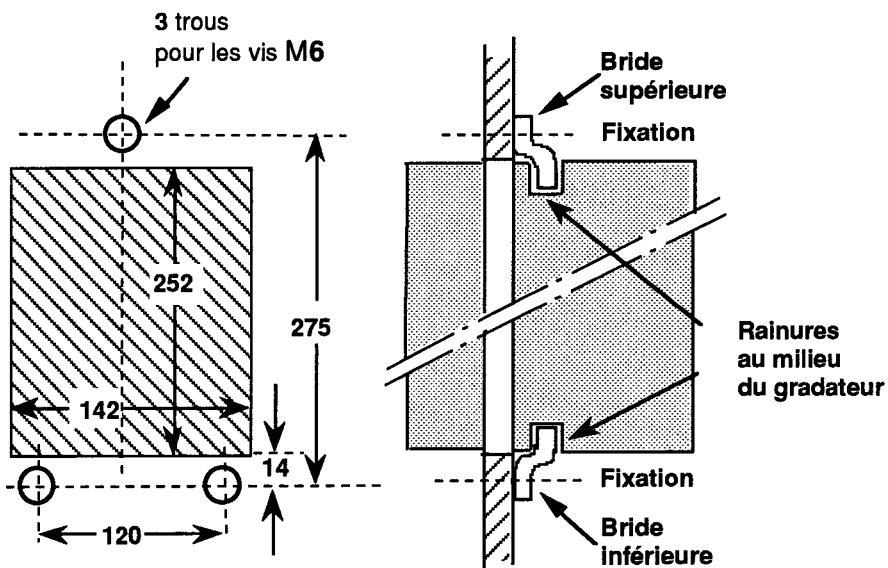

Figure 2.2. Cotes de perçage, decoupe et fixation d'un gradateur non ventilé
- a. Fixer la bride inférieure sur le panneau par **deux vis M6** en respectant les cotes de perçage données (fig.2.2).